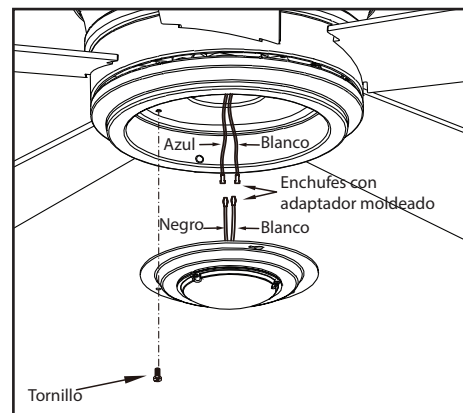

Figura 14
3. Quita un tornillo de la carcasa del kit de luces y afloja, pero no quites, los otros dos. Conecta los cables del conjunto del soporte del kit de luces a los cables del conjunto motor-ventilador uniendo los enchufes moldeados del adaptador. Coloca con cuidado todos los cables y empalmes dentro de la caja del interruptor. (Figura 14)
Gira el conjunto del soporte kit de luces hacia la derecha y aprieta los tornillos. Vuelve a instalar el tornillo que retiraste en el paso 3 y apriétalo firmemente. (Figura 14)